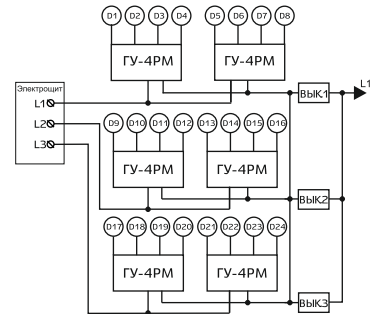

Рис. 4 — Схема подключения ГУ-4PM к разным фазам питающей сети
2. Подключить образованные группы к разным фазам питающей сети (см. рис. 4).